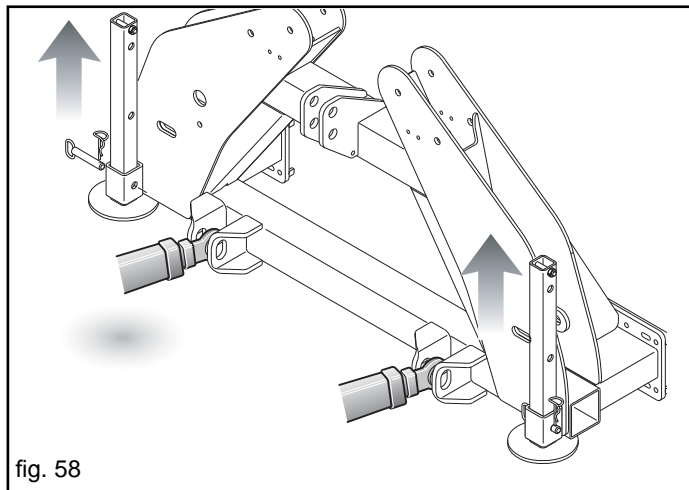

fig. 58
- Das Gerät vom Boden abheben und die Stützfüße entfernen (Abb. 58).